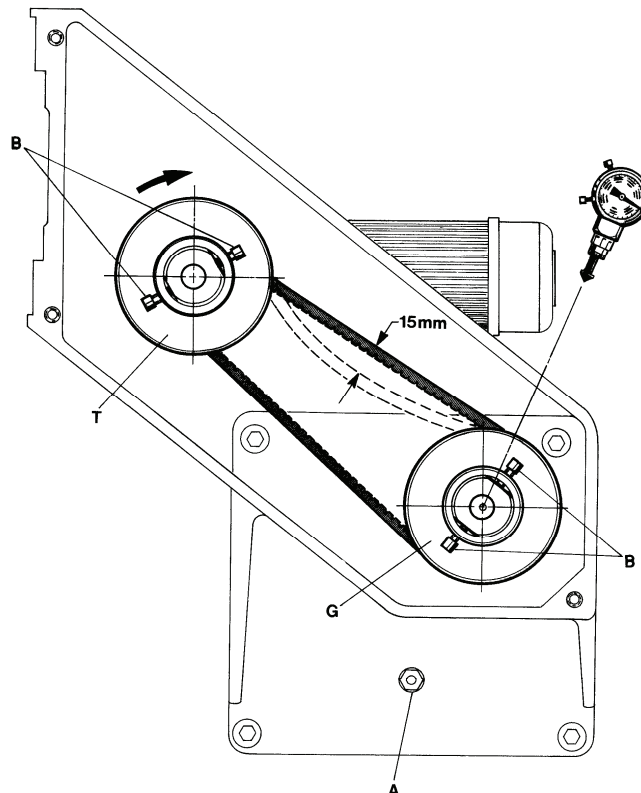

FIG. 2
The gears are lubricated once per month through the grease nipple (A, Fig. 2). We recommend BP-Energrease or equivalent.
Los piñones deben lubricarse una vez al mes a través del tubo roscado de unión (A, Fig. 2). Recomendamos el uso de BP-Energrease o su equivalente.
Start the feed-in device (the conveyor will run simultaneously) and measure the revolutions of the driven pulley (see Fig. 2).
Loosen screws (B, Fig. 2) of driving and driven pulley.
If the feed-in speed is too low and has to be increased, screw out driven pulley (G, Fig. 2) accordingly. Count the revolutions. Full and half revolutions are possible. Then screw in the driving pulley (T, Fig. 2) with the same amount of revolutions.
Arranque el alimentador (la cadena correrá simultáneamente) y mida las revoluciones de la polea impulsora (Ver Fig. 2).
Suelte los tornillos (B, Fig. 2) del impulsor y la polea impulsora.
Si la velocidad del alimentador es muy lenta y debe ser incrementada, saque la polea impulsora (G, Fig. 2) adecuadamente. Cunte las revoluciones. Revoluciones media y completa son posibles de conseguir. Monte de nuevo la polea impulsora (T, Fig. 2) con la misma cantidad de revoluciones.
If the feed-in speed is too high and has to be reduced, screw out the driving pulley (T, Fig. 2) accordingly. Count the revolutions. Then screw in the driven pulley (G, Fig. 2) with the same amount of revolutions.
Retighten screws (B, Fig. 2) on the flats of pulleys and measure the revolutions on driven pulley (G, Fig. 2), to check if the feed-in speed corresponds with the conveyor speed.
**NOTE:** The V-belt pulleys (G and T, Fig. 2) have to be assembled aligned with each other.
Check the tension of the V-belt. The belt tension is correct, when the V-belt can be depressed manually by 15 mm (19/32 in.) (see Fig. 2). To check if the speeds of the bag feed-in device and the conveyor correspond, it is also possible to mark the conveyor belt and to convey an empty bag through the feed-in device. Both speeds should match.
Si la velocidad del alimentador es muy alta y debe ser reducida, saque la polea impulsora (T, Fig. 2) adecuadamente. Cuento las revoluciones. Monte de nuevo la polea impulsora (G, Fig. 2) con la misma cantidad de revoluciones.
Reajuste los tornillos (B, Fig. 2) en la parte plana de las poleas impulsoras (G, Fig. 2), para verificar si la velocidad del alimentador coincide con la de la correa.
**NOTA:** Las correas en V (G y T, Fig. 2) deben ser montadas alineadas una con la otra!
Verifique la tensión de la correa en V. La tensión de la correa es correcta, cuando se pueda hundir presionando un poco con la mano 15 mm (Ver Fig. 2). Para verificar si la velocidad del alimentador de sacos y la cadena coinciden, también es posible marcar la correa de alimentación y entrar un saco vacío a través del alimentador. Ambas velocidades deberían coincidir.